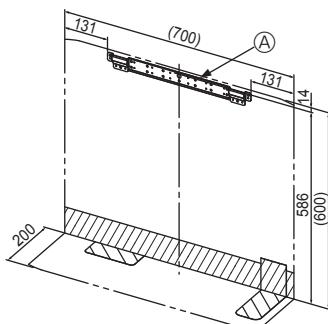

Fig. 3-1
- Τοποθετήστε τη βάση σε ένα σταθερό δομικό στοιχείο του τοίχου (δοκάρι κτλ.). (Fig. 3-1)